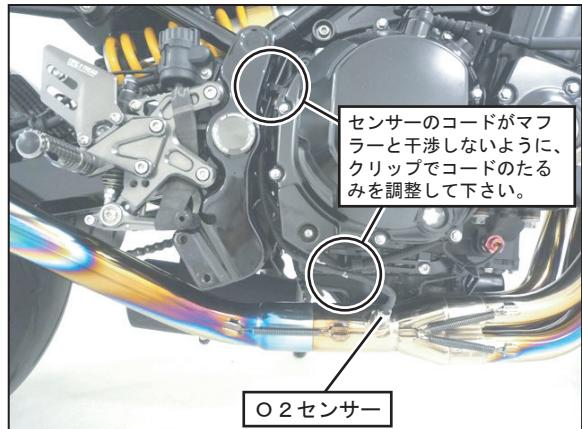

FIG. 18
17. ⑤集合部のセンサーボスに純正マフラーから外した○2センサーを取り付けて下さい。 (FIG. 18 参照)